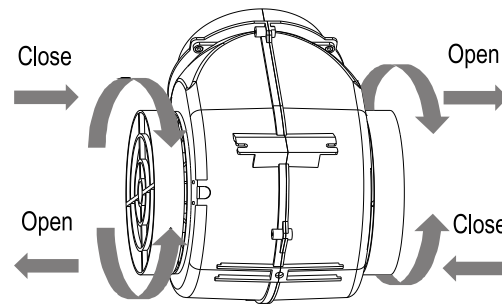

Fig.9
- Os filtros de carvão são instalados em ambas as extremidades do motor. Rodar os filtros de carvão até que se fixem no lugar (ver fig. 9).